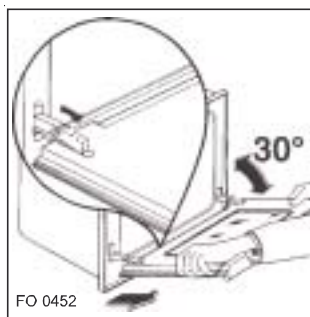

Рис. 5
- полностью откройте дверцу, приподнимите небольшие рычажки, расположенные на двух шарнирах, и поверните рычажки внутрь (рис. 5);